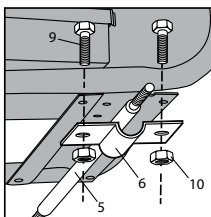

Рис. 3
4. Установите колесную ось 5 на раму генератора, закрепив ее при помощи скоб 6. Скобы закрепите при помощи болтов 9 и гаек 10 (рис. 3).